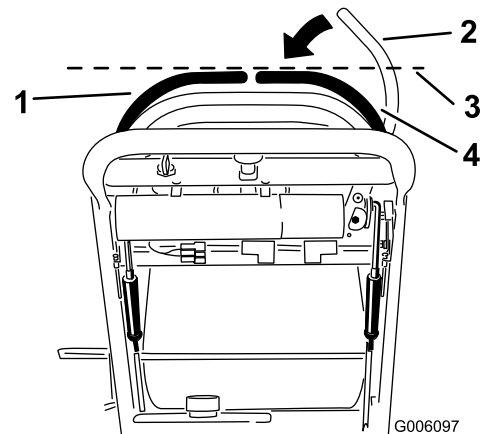

Figure 49
- Abaissez le levier de commande de déplacement droit pour quitter la position de verrouillage au point mort (Figure 49).
- Vérifiez s'il s'aligne horizontalement avec le levier de commande de déplacement gauche (Figure 49).